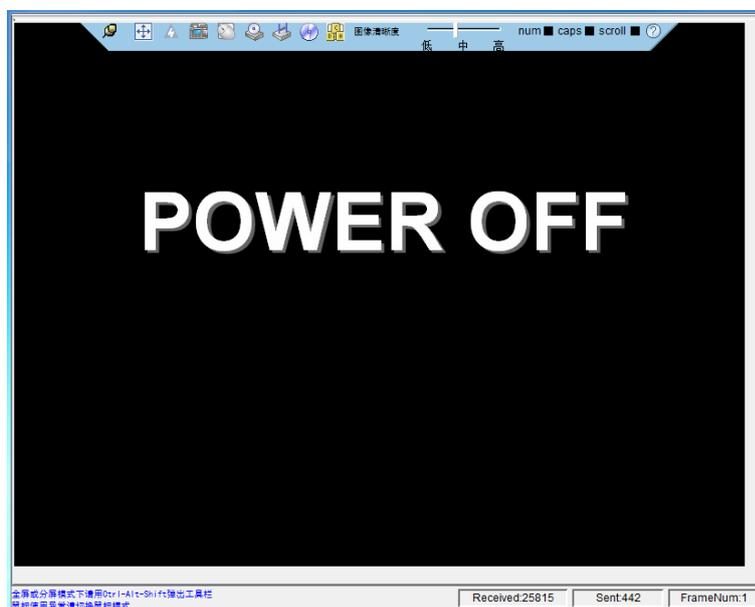
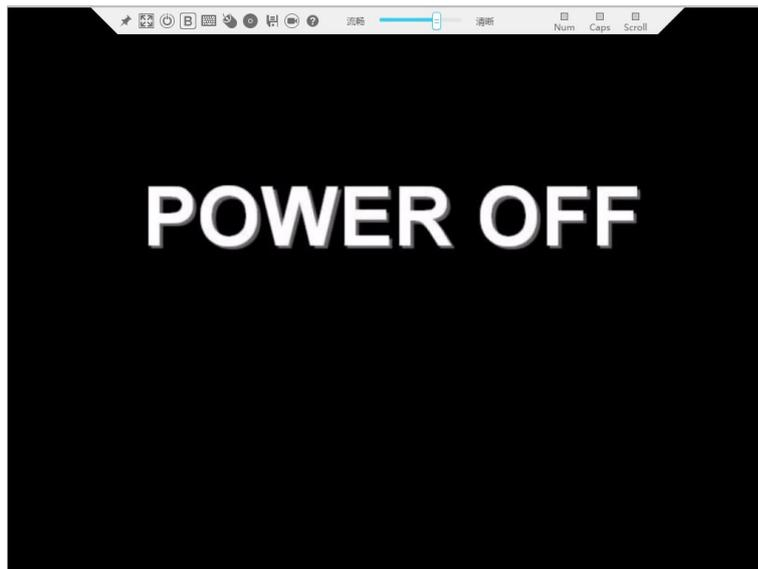

图 12-2 实时操作控制台 (Java)
图 12-3 实时操作控制台 (HTML5)
- 单击“Java 集成远程虚拟控制台(独占)”、“Java 集成远程虚拟控制台(共享)”、“HTML5 集成远程控制台(独占)”或“HTML5 集成远程控制台(共享)”，进入服务器的实时操作控制台，如图 12-2 或图 12-3 所示。